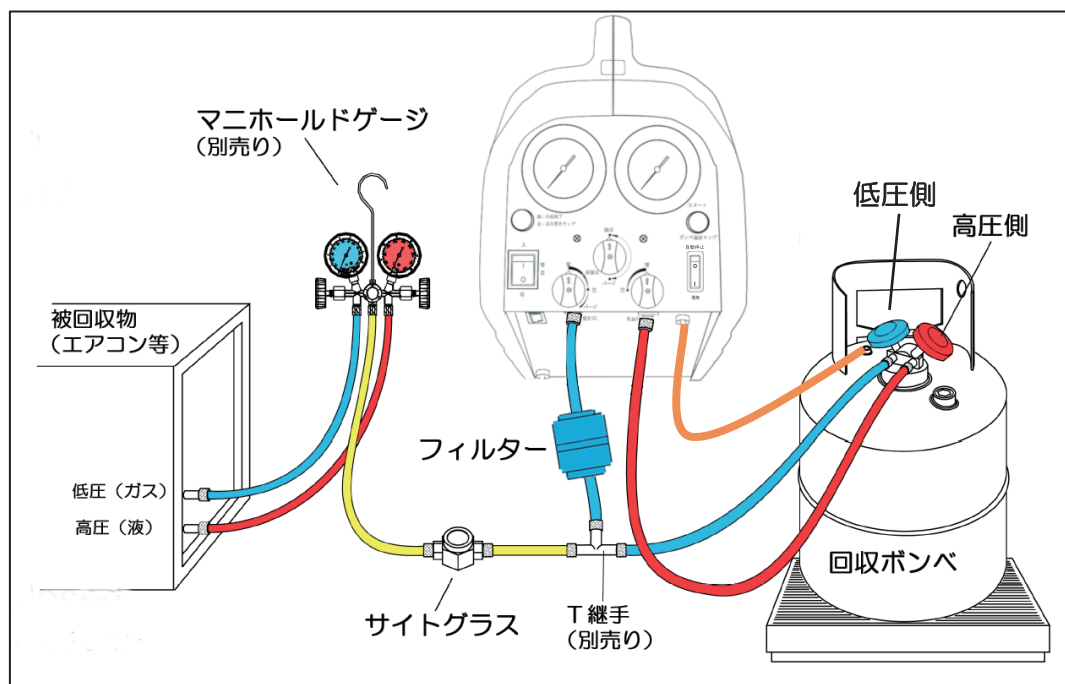

図4 ボンベクーリング接続例
- ①図4の様にホースと回収装置等を接続し、回収ボンベ低圧側（青）バルブを閉の状態で大紙「3-2 一般的な回収方法」で回収する。
- ②回収中にボンベの温度が上昇したら電源スイッチ **OFF**
- ③マニホールドの低圧・高圧両バルブを**閉**
- ④回収ボンベのガス側（青）バルブを**開**にして回収機を起動させる。